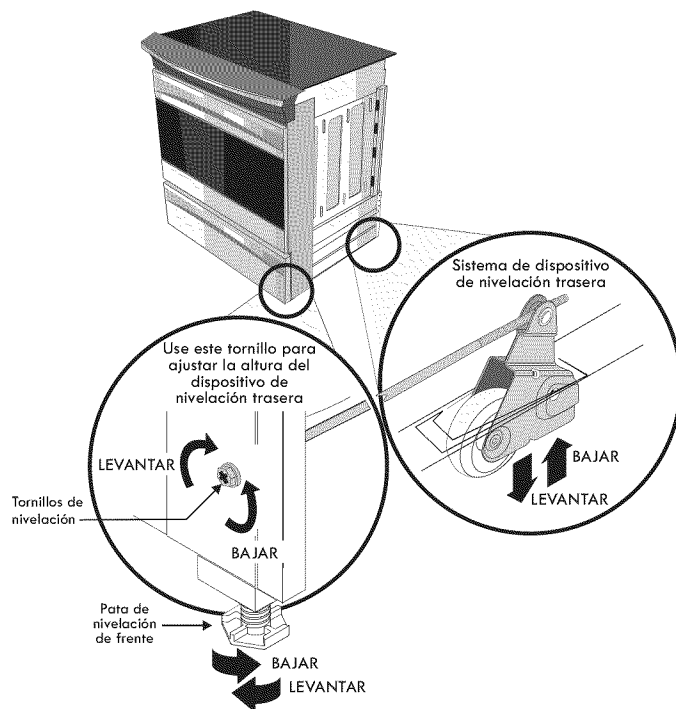

Figura 9
2. Baje el aparato, las patas de nivelación alternadamente, hasta que la parte baja de la superficie de cocción repose sobre el mostrador (figura 9).